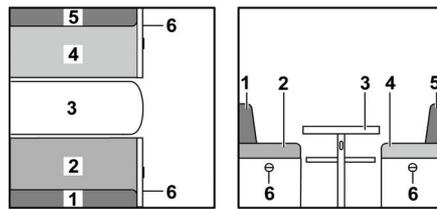

Bild 134 Vor dem Umbau
- Tisch (Bild 134,3) vergrößern und zum Bettunterbau umbauen (siehe Abschnitt 7.8).
- Das Rückenpolster (Bild 134,1) abnehmen und beiseite legen.
- Griff ziehen und Klappe (Bild 134,6) öffnen.